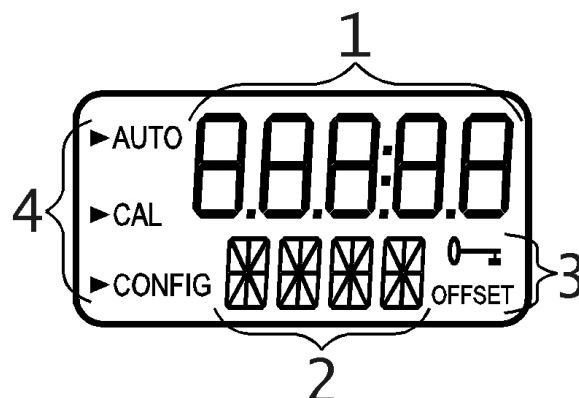

Abb. 1: Gerätedisplay.
Abb. 1 zeigt alle vorhandenen Displayanzeigen. Die obere Displayzeile (1) zeigt die Chlorwerte und die Benutzerführung der Einstellungsroute an. Die untere Displayzeile (2) dient der Anzeige von Fehlermeldungen (Warteschlange) und Benutzerführung. Zwei Displaysymbole (3) zeigen an, dass Zugangscode und Offset-Modus genutzt werden. Pfeile (4) zeigen die aktuelle Betriebsart des Geräts an; AUTO (Normalbetrieb), CAL (Kalibrierung) und CONFIG (Konfiguration).